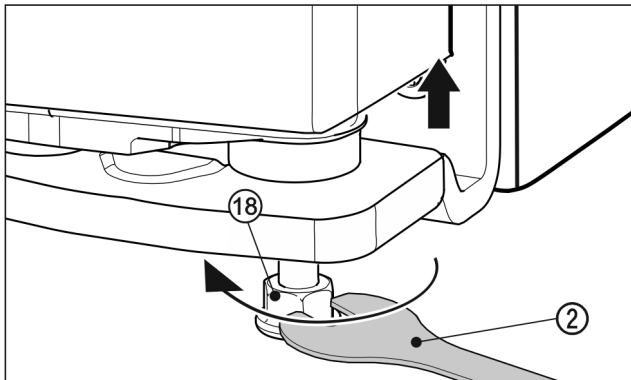

Fig. 25
- Zum Anheben der Tür den Stellfuß Fig. 25 (18) mit dem beiliegenden Gabelschlüssel Fig. 25 (2) rechtsherum bis Kontakt auf Fussboden herausdrehen. Dann weiter drehen bis die Tür in der Höhe verstellt ist. Im Auslieferungszustand ist der Lagerbolzen ganz eingedreht.